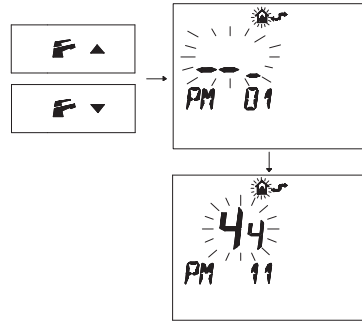

Fig. 5.57
- Premere i pulsanti $F \blacktriangledown$ o $F \blacktriangle$ per visualizzare la programmazione "PM11" della postcircolazione pompa (Fig. 5.57).